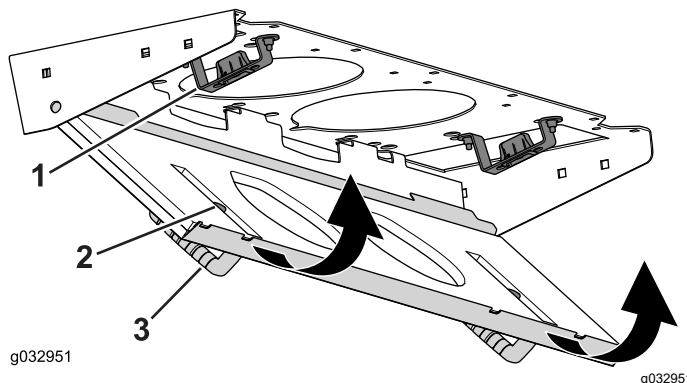

Figura 87
4. Gire la rejilla del filtro sobre las pestañas hasta que el cierre se enganche en el soporte (Figura 87).